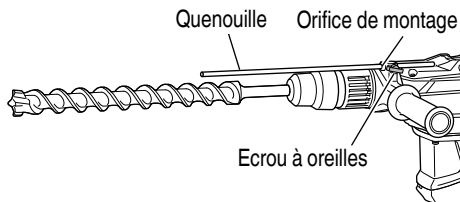

Fig. 26
- (c) Commuter le sélecteur sur "frappe" en procédant comme indiqué au point (1) ci-dessus et fixer la position de l'outil.
5. Installer la quenouille (Fig. 26)